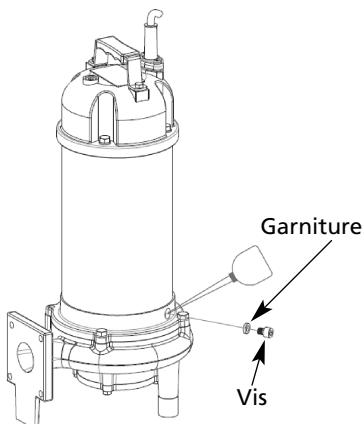

Figure 5
Reportez-vous à la figure 5, à la page 5. Débranchez l'alimentation en courant et retirez les tuyaux de refoulement. Pour vérifier l'huile, mettez l'unité à la verticale, enlevez la vis, et retirez la garniture de la plaque d'étanchéité. A l'aide d'une lampe de poche inspectez visuellement l'huile dans la chambre à huile pour vous assurer qu'elle est propre et de couleur légèrement ambrée, sans particules en suspension. De l'huile d'un blanc laiteux indique la présence d'eau. La chambre d'huile doit être maintenue à 80% pleine avec de l'huile de lubrification HD 20 ou une huile Shell Tuber 46. Reportez-vous à la section « Remplacer l'huile de lubrification ».
Reportez-vous à la Figure 5
1. Enlevez d'abord les raccords de tuyaux et vidangez la plupart de l'huile de lubrification de la plaque d'étanchéité comme précédemment indiqué dans la figure 5. Reportez-vous à la section « Remplacer l'huile de lubrification ».